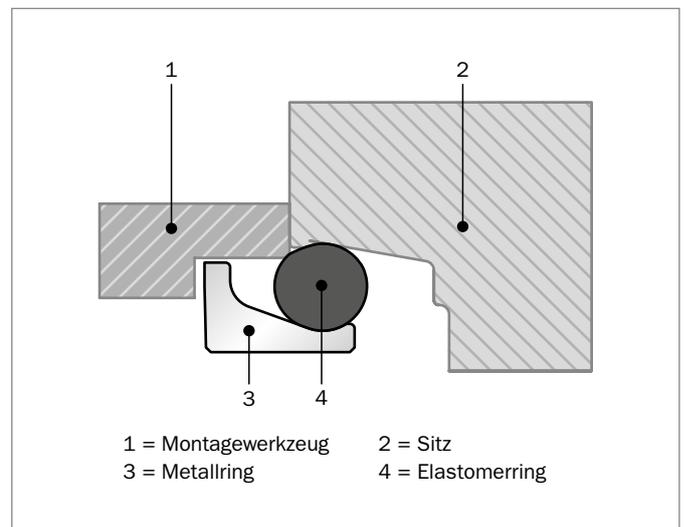

Abbildung 184: Montagewerkzeug für Typ DO
- Montieren Sie jede Dichtungshälfte im Gehäuse mithilfe eines Montagewerkzeugs (Abbildung 184). Belasten Sie das gesamte Werkzeug gleichmäßig, um die halbe Baugruppe in das Gehäuse zu pressen, bis der Elastomer-Ring den zugehörigen Gehäuserand erreicht. Das Montagewerkzeug muss lediglich den O-Ring, darf aber nicht den Metallring und vor allem nicht die geläppten Fläche berühren. Falls Unklarheiten bestehen oder Sie Fragen haben, wenden Sie sich bitte an Ihr lokales Customer Solution Center von Trelleborg Sealing Solutions.